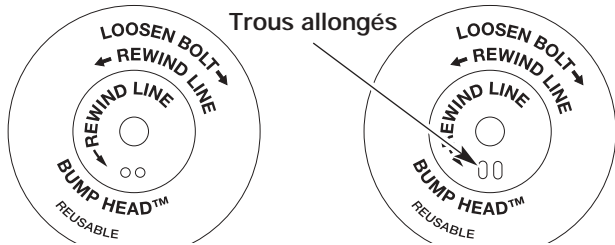

Figure 34
**REMARQUE :** le SplitLineMC peut être utilisé seulement avec le moulinet intérieur à trous allongés. Le fil simple peut être utilisé avec les deux sortes de moulinet intérieur. Identifiez votre type de moulinet en vous référant à la Figure 34.